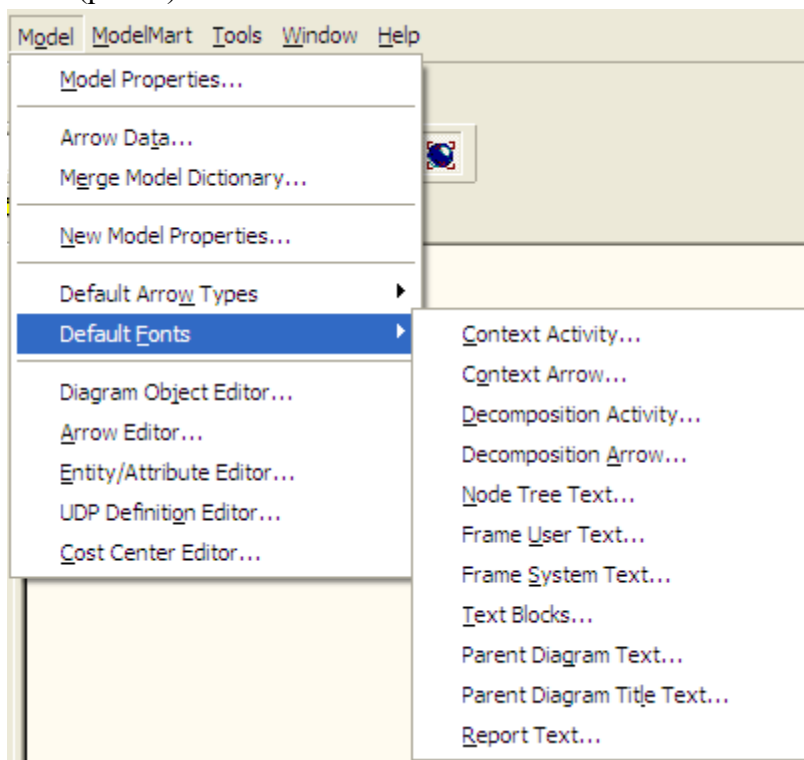
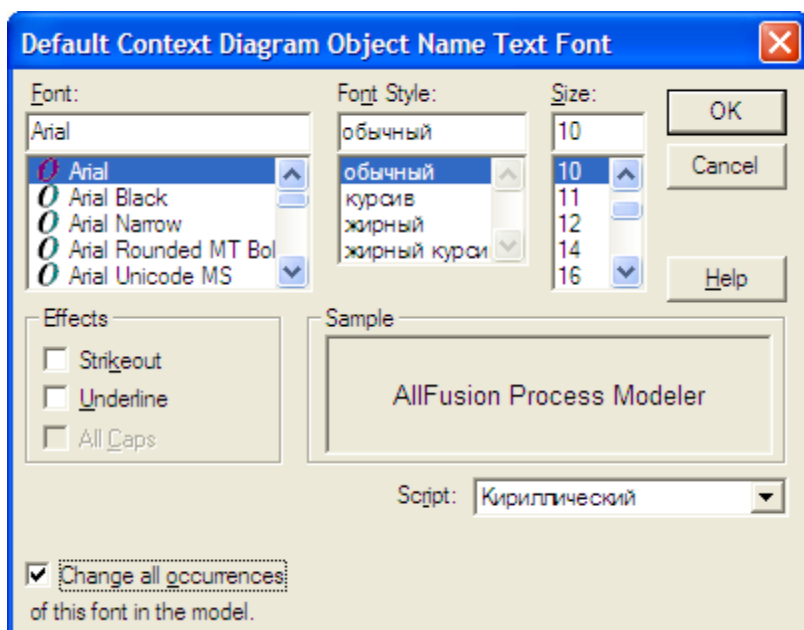

Рисунок 4. Пункты меню, отвечающие за настройки шрифта
Рисунок 5. Параметры шрифта
**Примечание.** В созданной модели с настройками по умолчанию некорректно отображаются русские символы. Чтобы устранить этот недостаток, необходимо подкорректировать используемые в модели шрифты. Для этого в меню *Model -> Default Fonts* необходимо последовательно пройти по всем пунктам (рис. 4), выбрать в выпадающем списке *Script* значение *кириллический* и поставить галочку *Change all occurrences* (рис. 5).